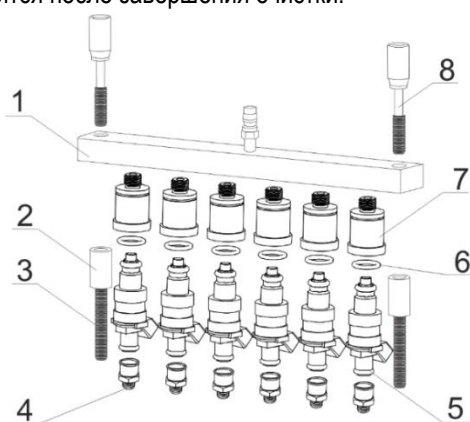

Рисунок 5.5
- 1) Выберите адаптер обратной промывки (7) и соответствующее уплотнительное кольцо на хвостовик.
- 2) Вставьте внутрь адаптера обратной промывки уплотнительное кольцо диаметром Ф16.2 (6)
- 4) Входной штуцер установите в соответствующий адаптер верхней подачи (4).
- 5) Установите топливный распределитель с форсунками в соответствующие отверстия над мерными колбами. Равномерно затените прижимные винты (8) для крепления топливного распределителя, как показано на рис. 5.5.